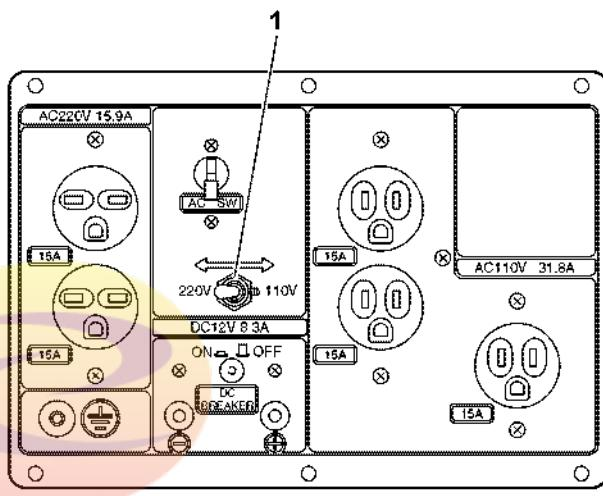

Рис. 49
4. Прежде чем заводить двигатель (только для моделей YDG 3700 и 5500), установите селектор (Рис. 49, (1)) в нужное положение, чтобы установить напряжение, подходящее для работы подключаемого устройства.